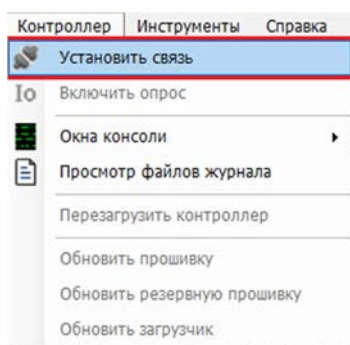

Рисунок 52 - Меню «Установить связь»
1. В главном меню выберите «Контроллер» → «Установить связь» (см. рисунок 52).